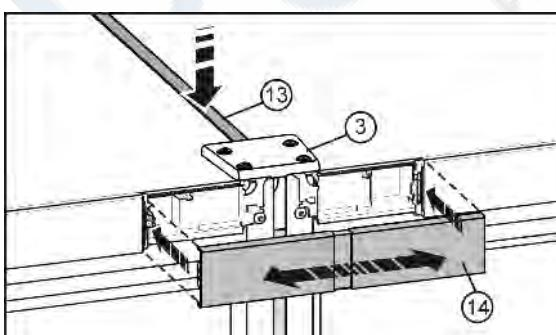

Fig. 10
- На верхней стороне вдавите в щель короткую планку Fig. 10 (13). Планка должна быть заподлицо с крышкой Fig. 10 (3) устройства на передней кромке.
- Зашелкните крышку Fig. 10 (14) на еще открытом промежутке обеих заглушек участков обслуживания. Следите за тем, чтобы наружные стороны крышки заканчивались ровень с заглушками участков обслуживания. Для этой цели крышка сделана выдвижной.